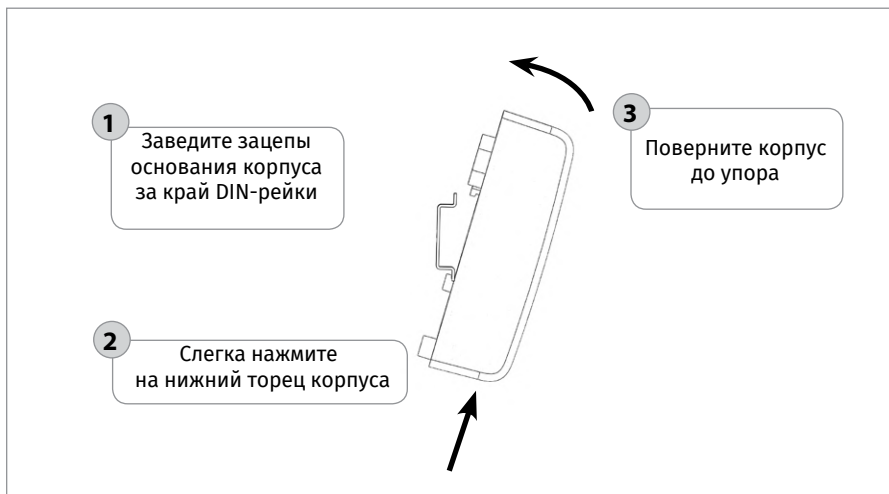

Рисунок 37. Порядок установки изделия на DIN-рейку
- 2.2. Установите изделие на DIN-рейку в порядке, указанном на Рисунок 37.